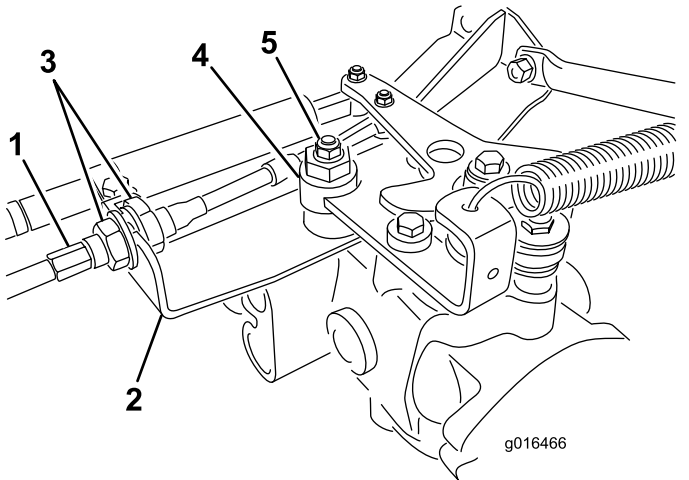

Figura 47
- A. Liberte as porcas de bloqueio que fixam o cabo de controlo de tração ao anteparo do hidróstato (Figura 47). Certifique-se de que as porcas de bloqueio se encontram soltas de forma idêntica e o suficiente, de modo a permitir a operação de ajuste.
**Nota:** Liberte a porca que fixa o disco excêntrico ao cima do hidróstato (Figura 47).
- E. Quando a roda deixar de rodar, aperte a porca, bloqueando deste modo o disco excêntrico e fixando a posição de ajuste (Figura 47).
- G. Aperte uniformemente as porcas que se encontram em cada um dos lados do anteparo, fixando deste modo o cabo de tração ao anteparo (Figura 47). Não rode o cabo.